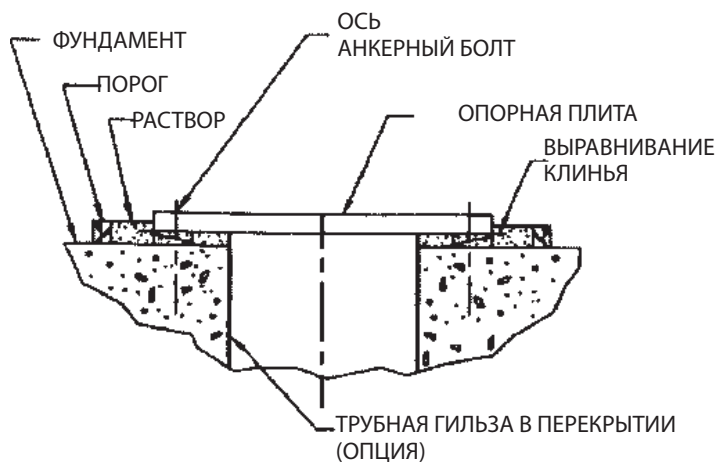

Рис. 4
А. С помощью выравнивающих клиньев. Этот вариант показан на рис. 4.
2. Устройте опалубку вокруг фундамента (см. рис. 4). Тщательно смочите фундамент.